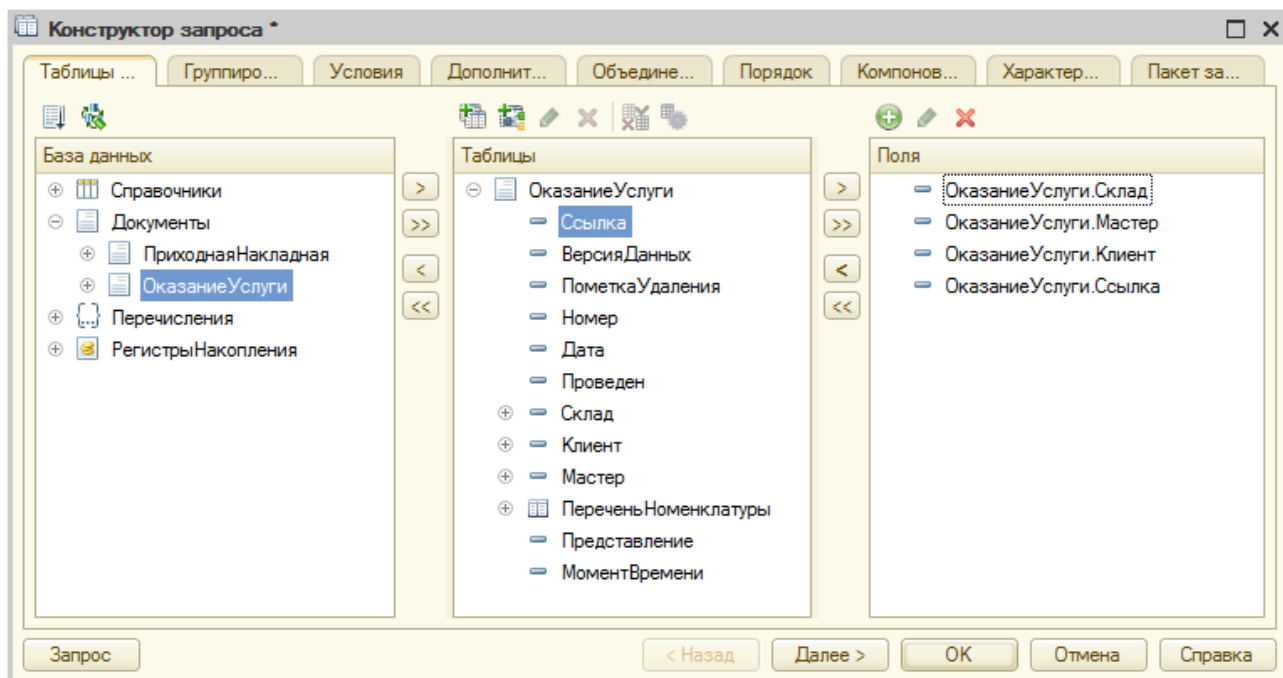

Рисунок 64 Конструктор запроса
5. Источник данных – объектная таблица документа **Оказание услуг**. Перенесите поля, указанные на рис. 64: